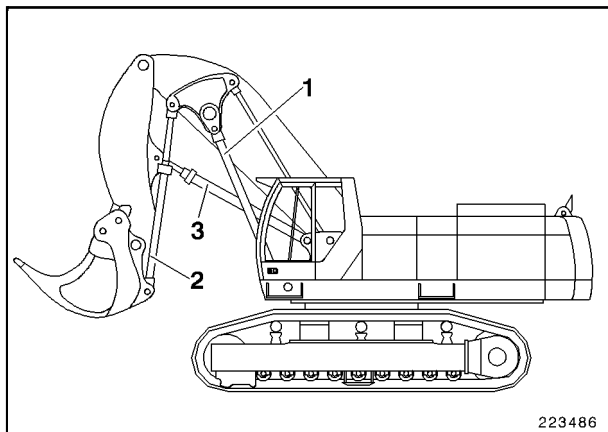
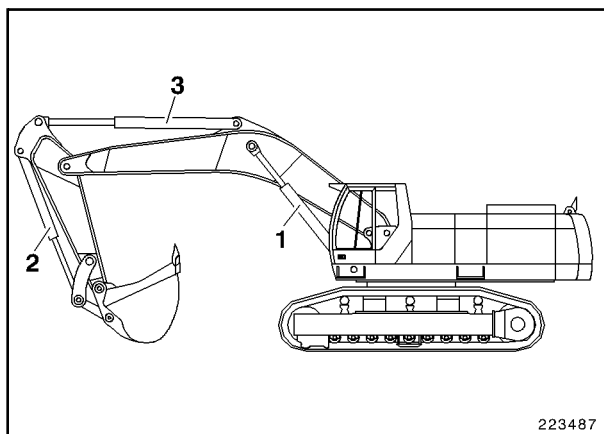

Fig. 1
Fig. 2
Llevar la cuchara cargadora o la cuchara hacia abajo cerca del suelo (Fig. 1 y Fig. 2). Poner el equipo de trabajo, sin embargo, en la posición inclinada para cargar uniformemente el mecanismo de traslado.
Equipo de cuchara cargadora (Fig. 1)
- Hacer salir el cilindro del pescante (1).
- Hacer salir por completo el cilindro de la cuchara (2).
- Hacer entrar por completo el cilindro de la pluma (3).
- Hacer entrar el cilindro del pescante (1) hasta que se haya alcanzado la posición del equipo (Fig. 1).
Equipo de cuchara hacia abajo (Fig. 2)
- Hacer salir por completo el cilindro de la pluma (3).
- Hacer entrar el cilindro del pescante (1) hasta que se haya alcanzado la posición del equipo (Fig. 2).